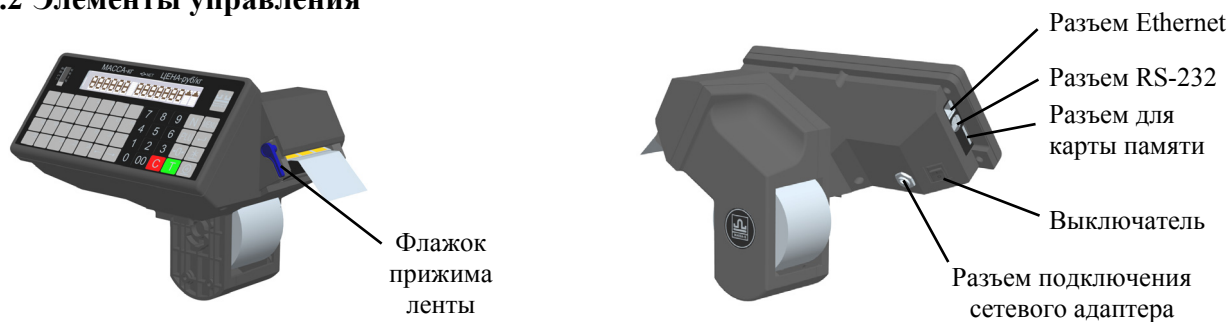

Рис. 3. Терминал Р/ТВ
- Поднять флажок прижима бумаги и (Рис. 3);